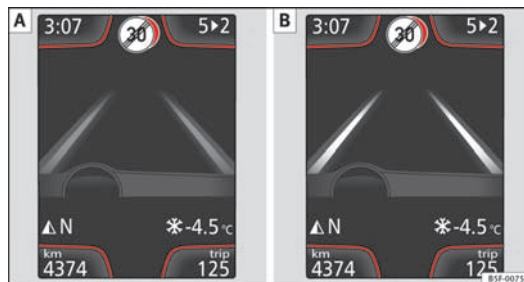

Fig. 97 I kombiinstrumentets display: vognbaneassistentens displayvisning (eksempel 1)
- System aktivt, men ikke tilgængeligt, da minimumshastigheden ikke er nået, eller systemet ikke kan genkende vognbanelinjerne → Fig. 97 [A].
- System aktivt og tilgængeligt, begge vognbanelinjer registreret i øjeblikket bliver kørselsretningen ikke korrigeret → Fig. 97 [B].